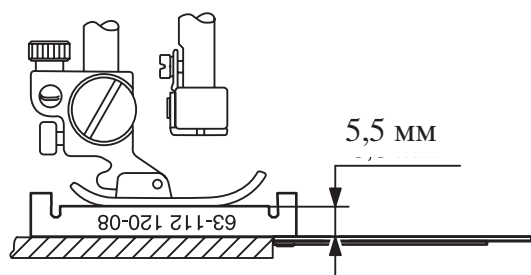

Рис. 29
При переведенном в верхнее положение рычаге прижима ткани высота зазора между игольной пластинкой и лапкой зигзагообразного стежка должна составлять 5,0-5,5 мм (рис. 29).
- Вложите под лапку мостиковый шаблон (63-112120-08) согласно рис. 29.